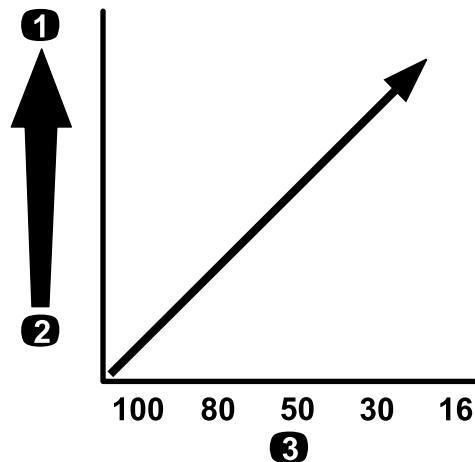

**Figura 14**
**Importante:** Quando pulveriza com soluções ou químicos de maior viscosidade (mais espessos) com pós solúveis, talvez precise de utilizar uma rede de filtro mais grossa para o filtro de pressão opcional; consulte Figura 14.